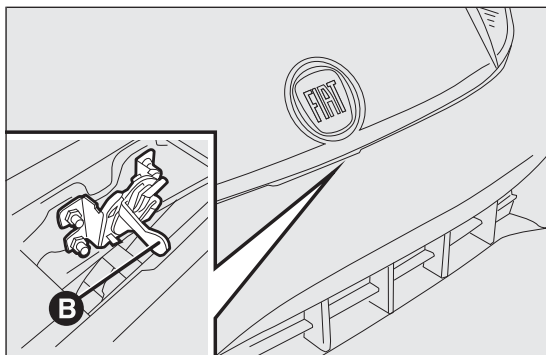

fig. 83
- ☐ accionar la palanca B fig. 83 y abrir el capó;